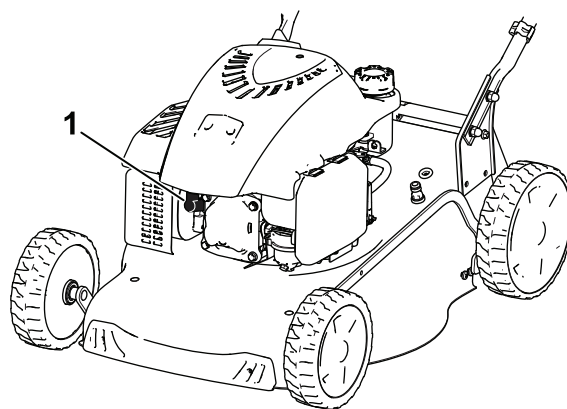

Figura 20
2. Scollegate il cappellotto dalla candela (Figura 20).